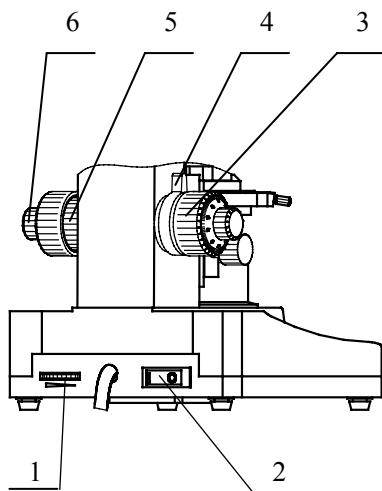

图 3
1. 照明装置的操作(图 3)
2. 调焦装置的操作 (图 3)